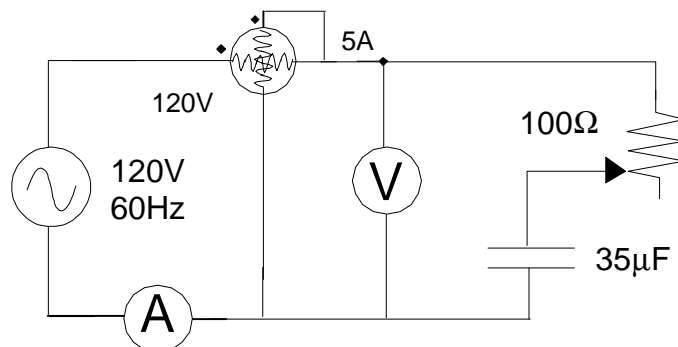

Figura 5.1
2. En el circuito de la figura 5.1, calcular la corriente que mide el amperímetro y la potencia activa medida por el vatímetro en la carga. La resistencia interna del amperímetro y de la bobina amperimétrica pueden asumirse despreciables. La resistencia de la bobina voltimétrica del vatímetro es:
Monte el circuito mostrado en la figura 5.1, use como resistencia de 100Ω un reóstato de 330Ω ajustando el cursor en la posición adecuada. Mida la potencia activa y la corriente; comprobar los resultados teóricos calculados en el trabajo previo al laboratorio. Indicar los errores porcentuales y analizar las discrepancias observadas.